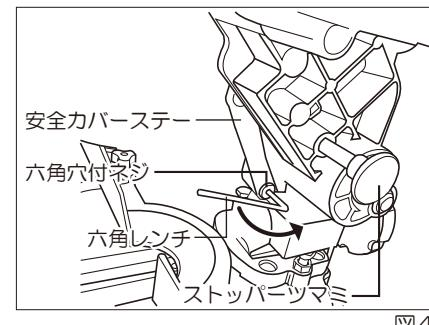

図4
- ①ハンドルを押さえてストップアーマーを引き出し、ハンドルが上がった位置にしてください。
- ②アームの下にある安全カバー作動ステーの取付け六角穴付ネジを、付属の六角レンチ(4mm)で外してください。(図4参照)
- ・アームの下にある安全カバー作動ステーの取付け六角穴付ネジを、付属の六角レンチ(4mm)で外してください。(P9図4参照)